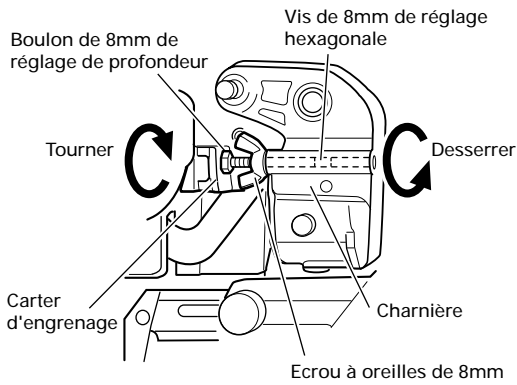

Fig. 10
Pour régler la position limite inférieure de la lame de scie, procéder aux opérations (1) à (4) ci-dessous. (Fig. 10)
Pour régler la position limite inférieure de la lame de scie, procéder aux opérations (1) à (3) de la figure 10-a.
- (1) Desserrer l'écrou à oreilles de 8mm de manière que le boulon de 8mm de réglage de profondeur puisse être tourné à la main.
- (2) Abaisser la tête du moteur et tourner le boulon de 8mm de réglage de profondeur à la main et régler de manière qu'il y ait un jeu de 3/32" à 1/8" (2 à 3mm) entre la position limite inférieure de la tête du moteur et le dessus de la pièce pour la position limite inférieure de la lame de scie (position où la tête du boulon de 8mm de réglage de profondeur vient en contact avec le carter d'engrenage.)
- (3) Après réglage, tourner l'écrou à oreilles de 8mm jusqu'à ce qu'il vienne en contact avec la charnière (se reporter à la Fig. 10) puis serrer à fond.